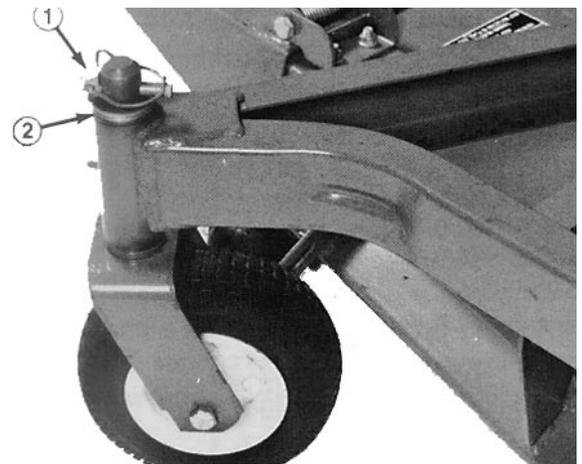

Fig. 12
4. Inserire un cacciachiodi nella sezione superiore o inferiore del tubo di montaggio, e spingere una boccola fuori del tubo (Fig. 12). Togliere anche la seconda boccola, quindi pulire l'interno dei tubi per rimuovere la morchia.